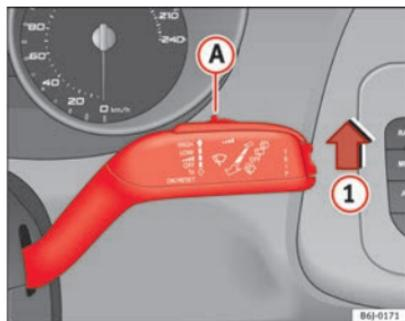

Fig. 64 Leva dell'impianto tergicristalli
- Spostare la leva del tergicristallo nella posizione ① ⇒ fig. 64.